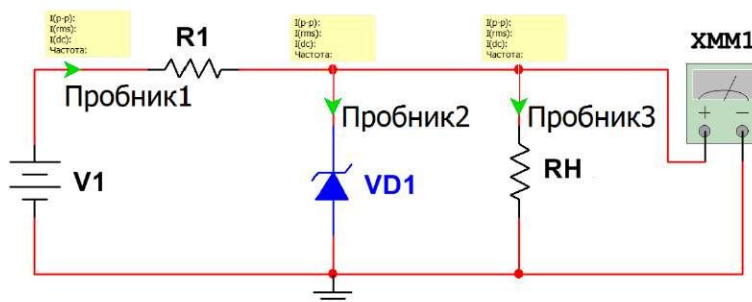

Рис. 2. Рабочая схема для исследования параметрического стабилизатора.
1. Собрать схему параметрического стабилизатора напряжения (рис.2), в соответствии с вариантом задания (табл. 2).